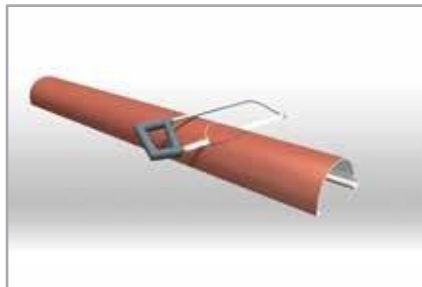

Fig. 13
- 4.6 Snijd op de plaats waar de uitlaat moet worden geïnstalleerd een rond gat in de bodem van de goot met een diameter die gelijk is aan de diameter van de afvoerbuys (Fig. 13, 14)